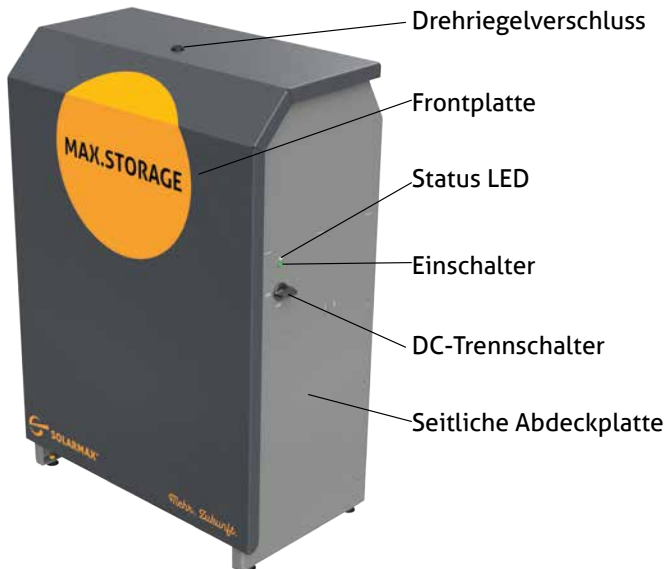

Abb. 4: Seitenansicht des MAX.STORAGE
2. Öffnen Sie den Drehriegelverschluss der Frontplatte (siehe Abbildung 4) mit einer Drehung gegen den Uhrzeigersinn. Verwenden Sie dazu einen Schaltschranckschlüssel, 3 mm, Doppelbart.